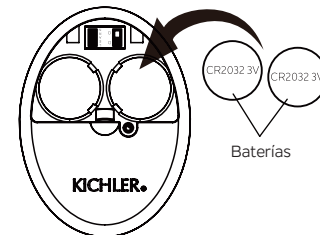

Figura 30
**Paso 5.** Los botones controlan la velocidad y la luz del ventilador de la siguiente manera: (Figura 30)